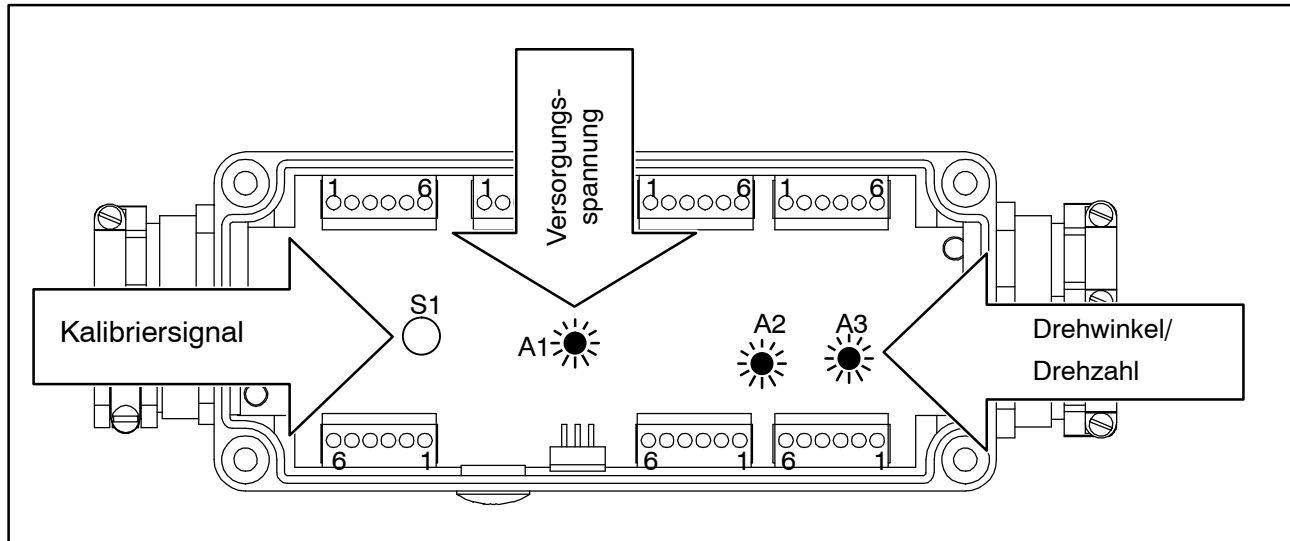

Abb.9.5: Kontroll-LEDs und Kalibriersignal-Taster
- mit dem Taster S1 auf der Platine (solange dieser gedrückt wird; siehe Abb.9.5).